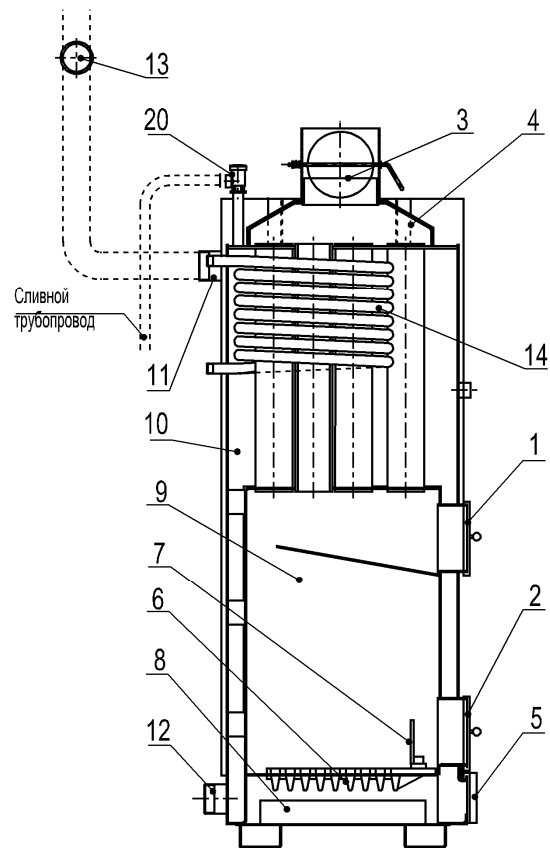

Рис.2 Устройство котла, эксплуатирующегося на твёрдом топливе
9.1 Перед пуском в работу котла необходимо заполнить систему водой до ее появления из переливной трубы расширительного бачка, затем открыть шибер 2 (рис. 2), открыть кран на обратной линии системы отопления (если такой имеется) и проверить наличие тяги.
- загрузку топлива производить небольшими порциями, быстро, не оставляя надолго открытой загрузочную дверцу 1 (рис. 2) чтобы не допускать прорыва большого количества холодного воздуха в топку;
- после того, как уголь хорошо разгорится, шибер 2 (рис. 2) поставить в положение, обеспечивающее оптимальное сжигание топлива;